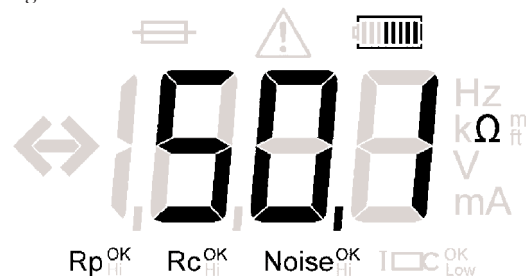

Figura 4: Lectura de la resistencia de dos puntos.
4. La lectura de la resistencia aparecerá en visor LCD como muestra la Figura 4.